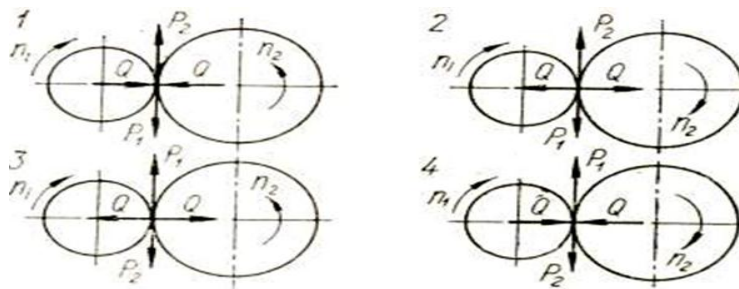

Рисунок 1.
19. Укажите правильную схему действия сил на катки во фрикционной передаче (рис. 1).